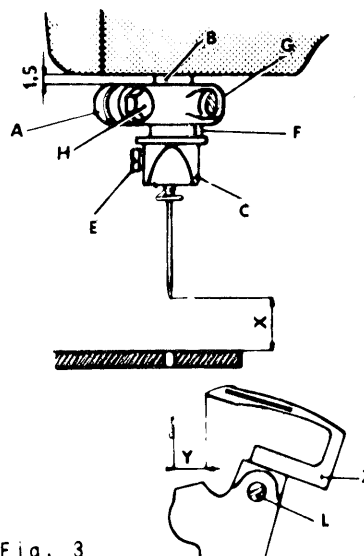

Fig. 3
- S.1651.00 per esecuzione quote come da fig. 3
#### 3. Posizionamento dell'ago (fig. 3)
- Inserire fino in fondo il crochet Z nell'apposita sede e bloccarlo sul piano del gambo con la vite L. (fig. 3).
**Nota:** tale quota e' da ritenersi indicativa e puo' essere suscettibile di successive modifiche. La corsa lineare del crochet deve risultare di mm. 20,5 (fig. 3).
- Ricercare la misura Y (tabella fasature) dalla punta del crochet all'ago (fig. 3).
- Allentare i controdadi A e C (fig. 7) e ruotare il perno B in un senso o nell'altro fino ad ottenere la misura Y (fig. 3) (calibro S. 1651.00)
5. Montaggio salva asola sul crochet inferiore (fig. 3)